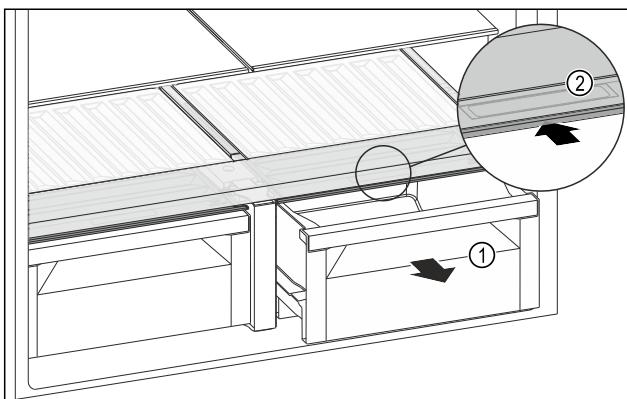

Fig. 138
- ▶ Изтеглете чекмеджето Fig. 138 (1).
- ▶ Хванете вдълбнатия захват Fig. 138 (2) на капака на отделението и едновременно с това избутайте назад капака на отделението.